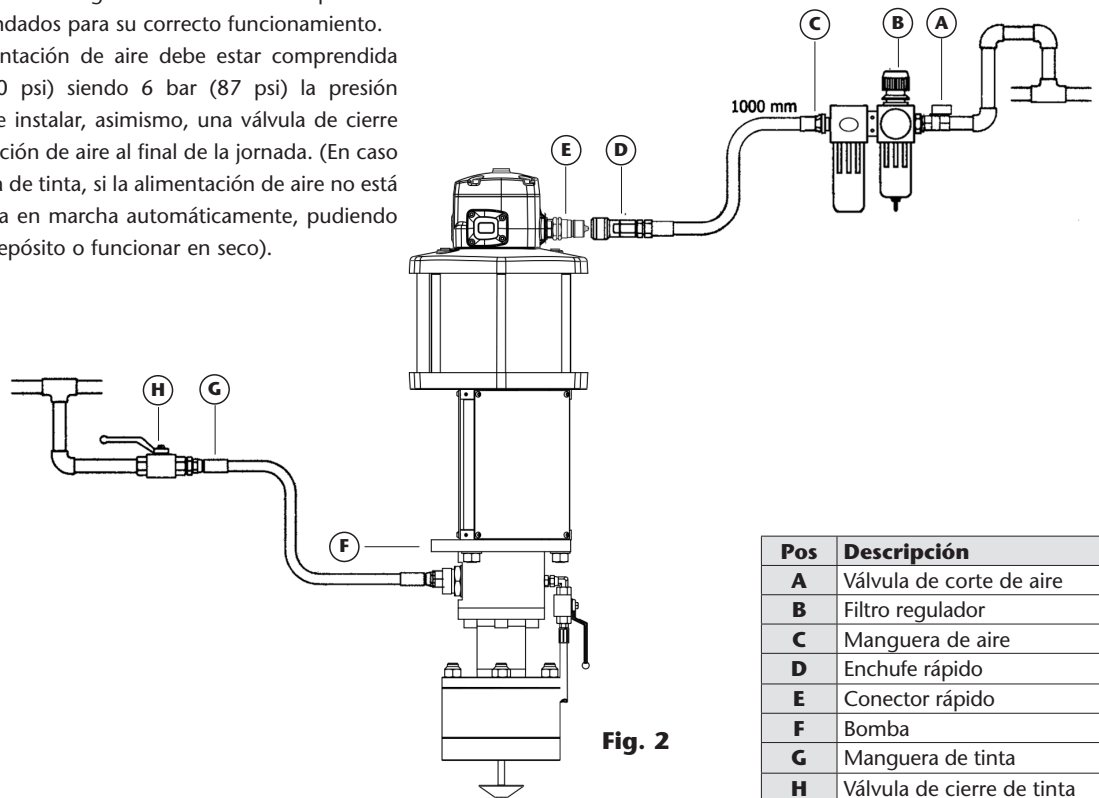

Fig. 2
1. Abra la válvula de purgado de la bomba (86), para eliminar el aire que se encuentre dentro de ella (fig. 2).
3. Cierre la válvula de purga (86), en el momento que no salga aire atrapado con fluido a través de esta.